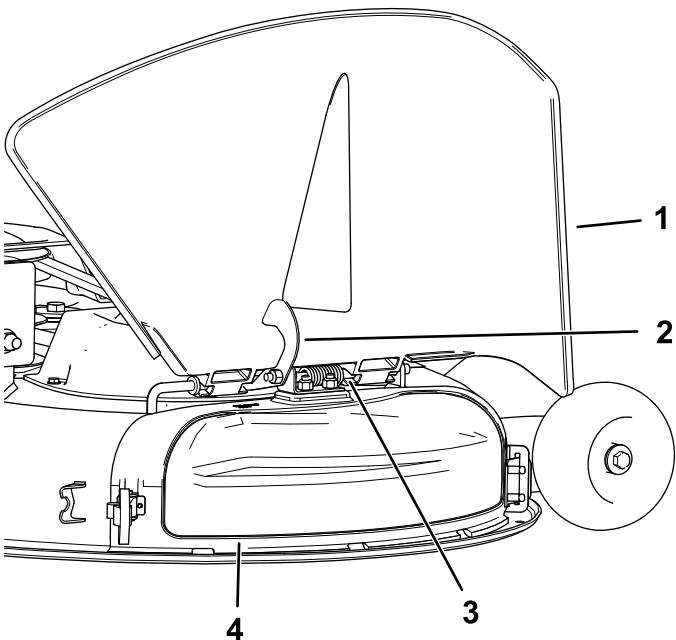

Bild 15
4. Lösen Sie den hakenförmigen Riegel oben an der Auswurfkanalabdeckung von der Gelenkstange (Bild 15).